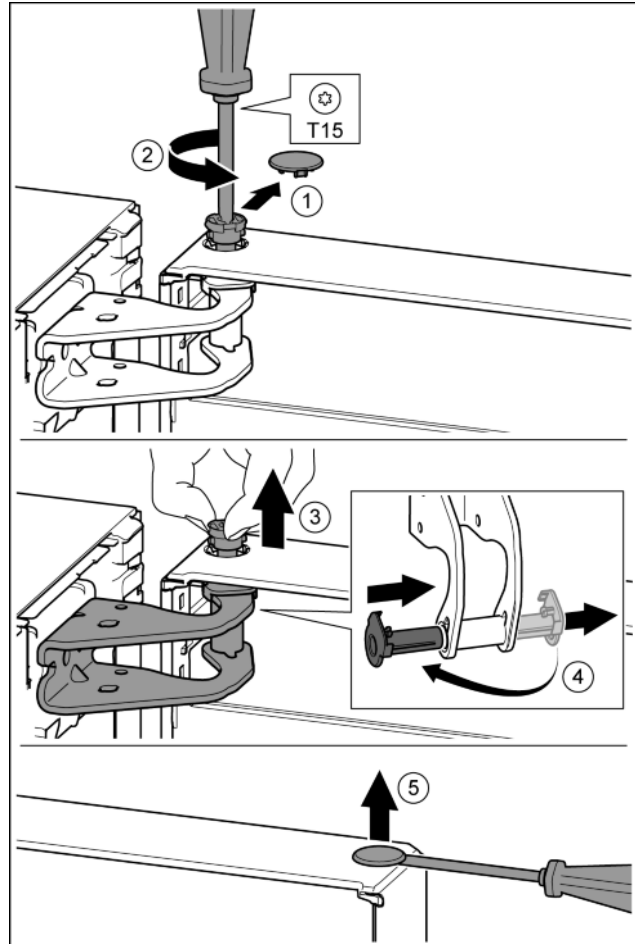

Fig. 11
- ▶ Осторожно снять предохранительную крышку. Fig. 11 (1)
- ▶ Немного выкрутить палец отверткой T15. Fig. 11 (2)
- ▶ Удерживать дверь и вытянуть палец рукой. Fig. 11 (3)
- ▶ Опорную втулку вывести из направляющей. Установить и зафиксировать с другой стороны. Fig. 11 (4)
- ▶ Осторожно приподнять шлицевой отверткой заглушку из опорной втулки двери и вынуть. Fig. 11 (5)